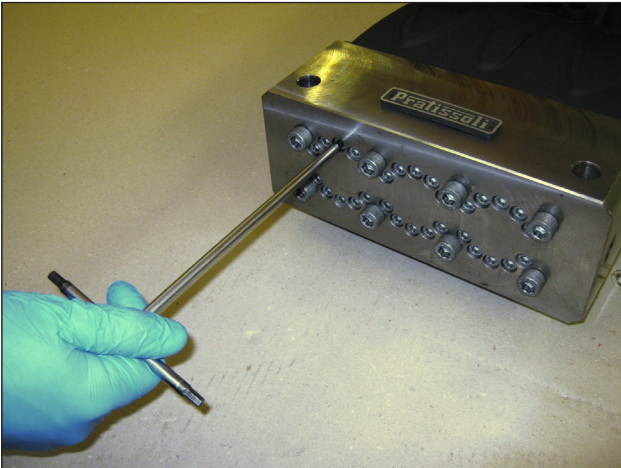

Fig. 16
- Desserrer sans déposer les vis M6x75 de fixation des chemises sur la culasse, comme représenté en Fig. 16, de manière à les rendre libres.